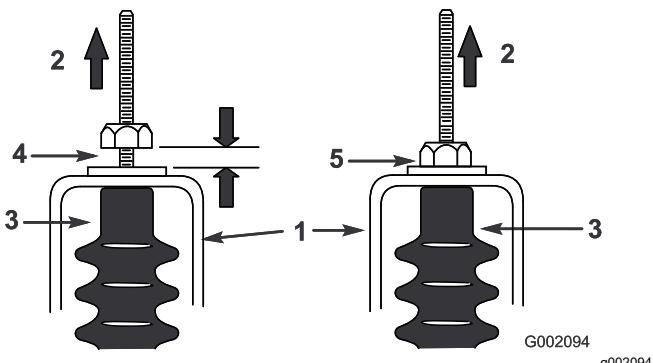

Figura 60
5. Tirate verso l'alto ciascun cavo del cambio e verificate che vi sia un gioco di 0,76–1,52 mm tra il dado con rondella e la staffa di folle (Figura 60).